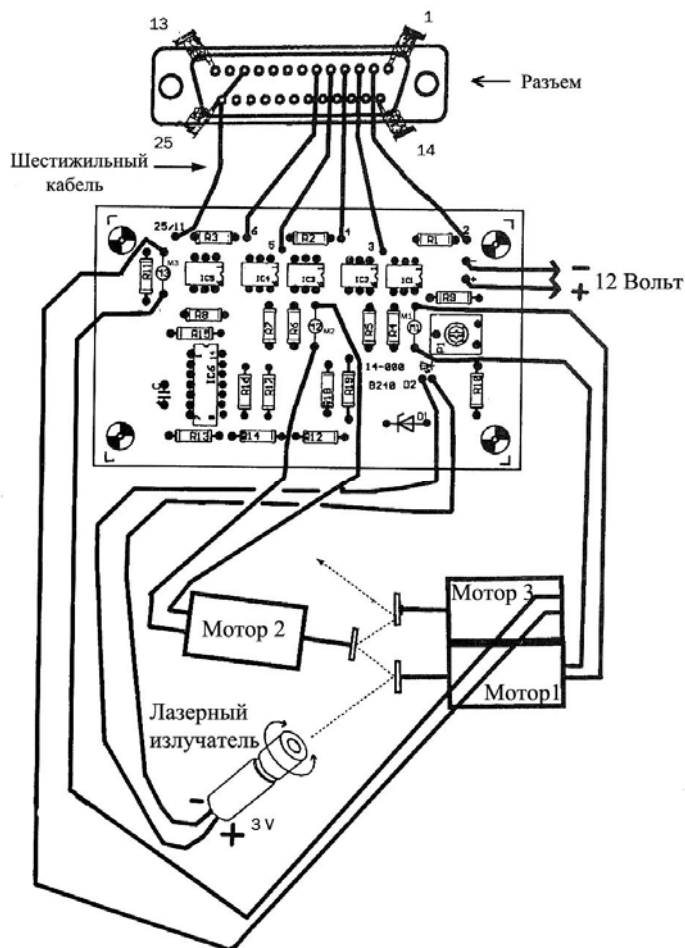

Рис.6 Схема подключения
**ВНИМАНИЕ!** Распайка кабеля производится следующим образом: контакт 2 на печатной плате припаивается к контакту 2 на вилке, 3-3, 4-4, 5-5, 6-6, 11-25. На вилке замыкаются контакт 25 и контакт 11. (см. рис.6).